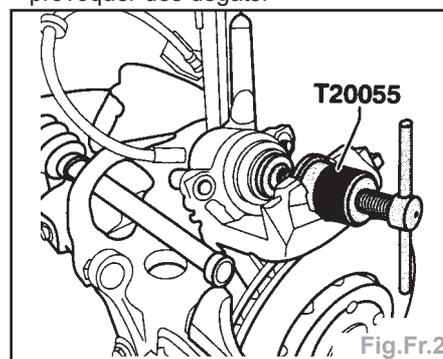

Fig.Fr.2
piston dans le cylindre avec un dispositif à repousser le piston (Fig.Fr.2). Avant de repousser le piston, aspirer le liquide de frein contenu dans le réservoir à l'aide d'un flacon de purge. Sinon du liquide de frein risque de s'écouler et de provoquer des dégâts.
**Nota :** avant de mettre en place des plaquettes de frein neuves, enfoncer le piston dans le cylindre avec un dispositif à repousser le piston (Fig.Fr.2). Avant de repousser le piston, aspirer le liquide de frein contenu dans le réservoir à l'aide d'un flacon de purge. Sinon du liquide de frein risque de s'écouler et de provoquer des dégâts.